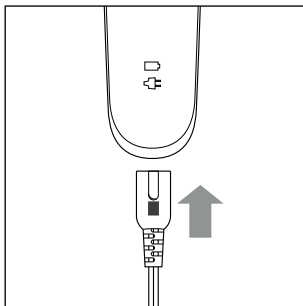

Fig. 1
- 2) Raccordez la fiche creuse  9 de l'adaptateur secteur  8 avec l'appareil (voir fig. 1).
- 2) Raccordez la fiche creuse ❸ de l'adaptateur secteur ❷ avec l'appareil (voir fig. 1).
- 3) Insérez la fiche secteur de l'adaptateur secteur ❷ dans une prise de courant aisément accessible (100 - 240 V ~, 50/60 Hz).
- 4) Allumez l'appareil en poussant l'interrupteur Marche/Arrêt I/O ❹ en position I.